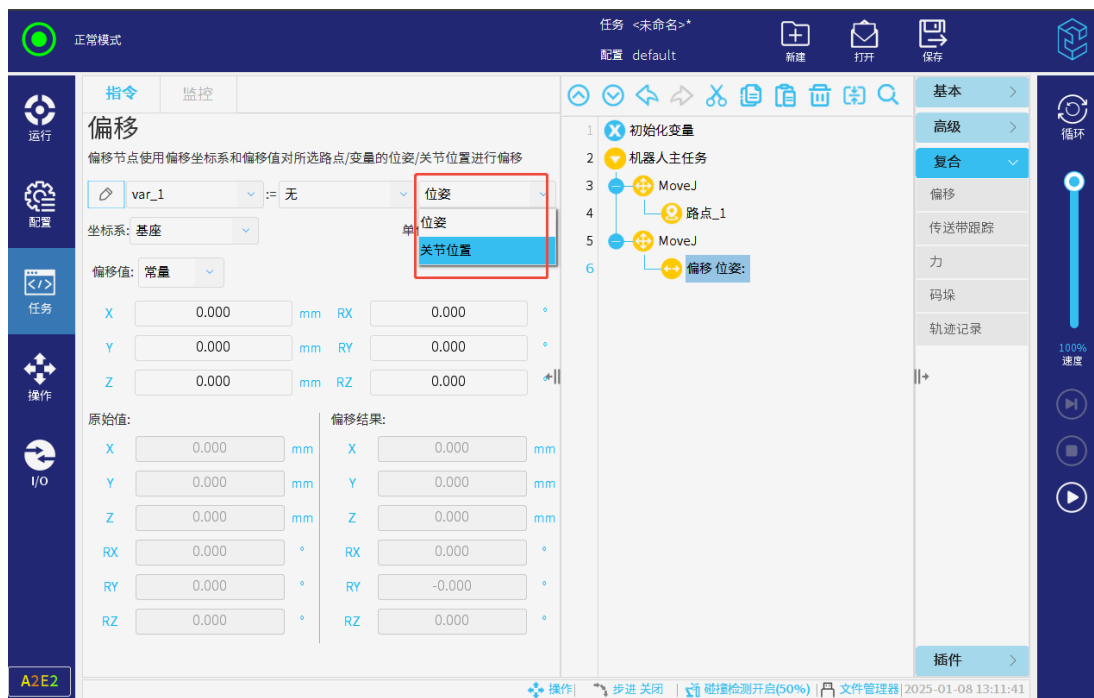

图 3-113: 选择路点的引用数据类型
- 若数据源为路点，则点击最后一个下拉框，针对所选路点选择位姿或关节位置，作为引用数据类型，如图 3-113所示。